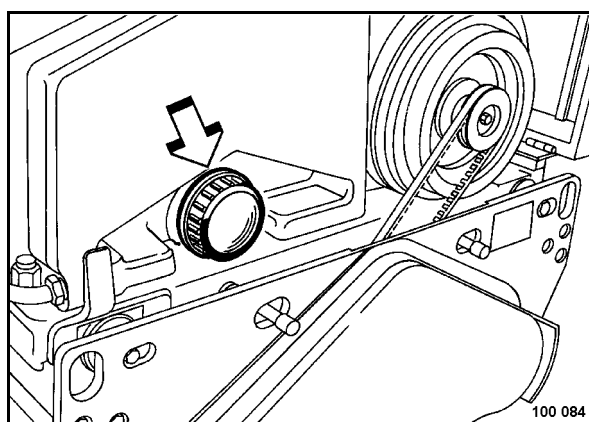

Рис. 86
- Открутить сливную крышку (Рис. 86).